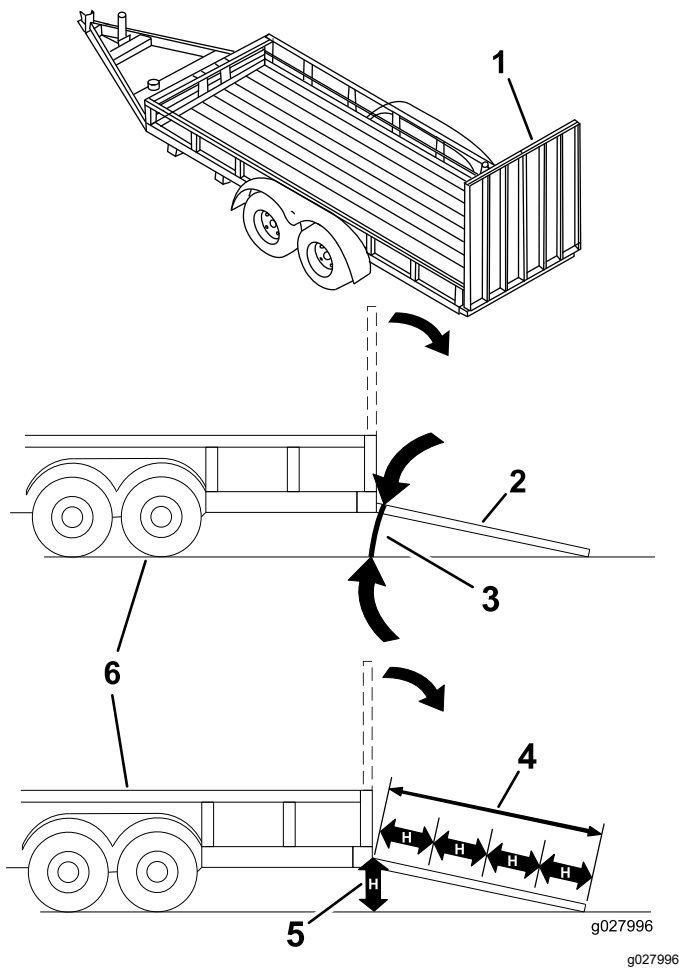

Figura 27
El cargar la máquina en un remolque o un camión aumenta la posibilidad de un vuelco y podría causar lesiones graves o la muerte (Figura 27).
1. Baje la rampa, asegurándose de que el ángulo entre la rampa y el suelo no supera los 12 grados (Figura 27).